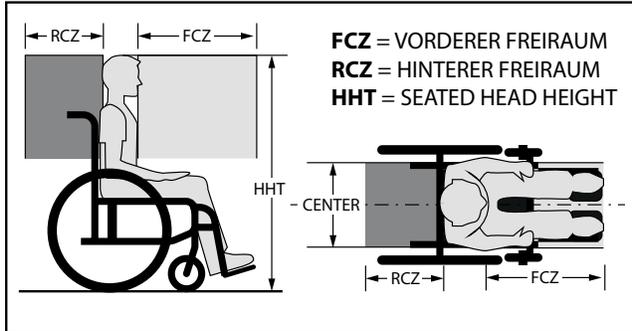

Abbildung 3. Empfohlene Platzierungswinkel des Beckengurts
Lassen Sie immer ausreichende Freiräume beim Sichern eines mit einer Person besetzten Rollstuhls in einem Kraftfahrzeug. Der vordere Freiraum (Frontal Clear Zone - FCZ) wird vom am weitesten vorn gelegenen Punkt des Kopfs des Insassens gemessen und muss mindestens 66 cm betragen, wenn sowohl ein Beckengurt als auch ein solcher für den oberen Brustraum verwendet wird. Siehe Abbildung 3.
**HINWEIS: Der empfohlene vordere Freiraum lässt sich bei einem im Rollstuhl sitzenden Fahrzeugbediener möglicherweise nicht erreichen. Der hintere Freiraum (Rear Clear Zone - RCZ) wird vom am weitesten hinten gelegenen Punkt des Kopfs des Insassens gemessen und muss mindestens 40,64 cm betragen. Siehe Abbildung 3.**
Die Kopfhöhe im Sitzen (Head Hight – HHT) liegt zwischen 120 cm für eine kleine weibliche Erwachsene und etwa 155 für einen großen männlichen Erwachsenen. Siehe Abbildung 3.